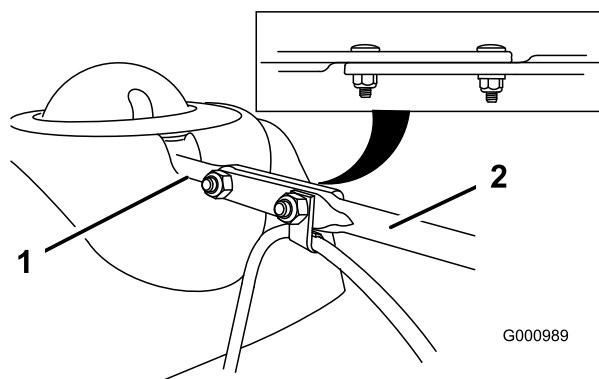

Bild 9
3. Richten Sie das abgeflachte hintere Ende des langen Auswurfeinstellgestänges mit dem abgeflachten vorderen Ende der kurzen Stange aus, die aus dem Armaturenbrett herausragt, sodass beide eingreifen (Bild 9).